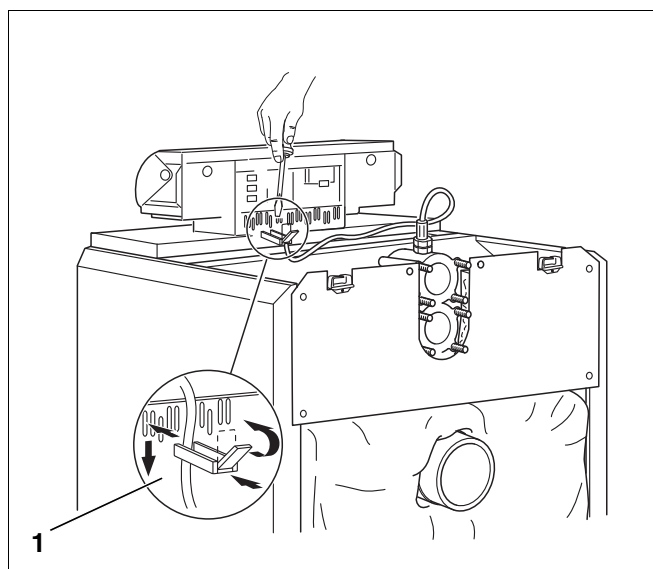

Fig. 47 Fissaggio dei cavi di collegamento elettriche
- ▶ Inserire le fascette serracavo complete di cavo di collegamento nel listello di cablaggio e fissare piegando la leva (fig. 47, [1]).